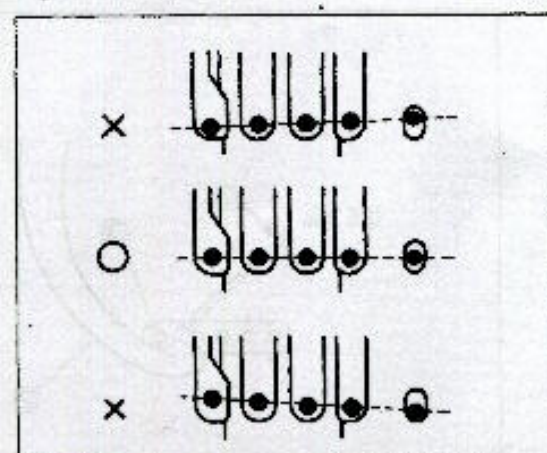

Fig. 67 图67
Check the alignment in Fig. 67.
- (1) 移动针杆 ③ 上下来调整高度, 检查线是否在同一条直线上。(图67)